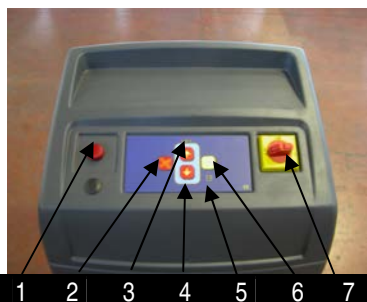

Fig.17
BEDIENINGSKAST (Fig.17)
2. Til de haken van de mechanische beveiliging op door een 3 cm wig te gebruiken (fig. 17)